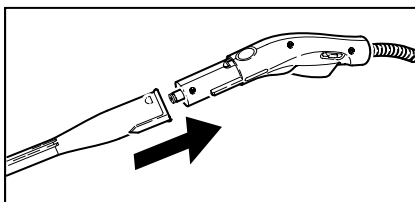

Bild 3
- Förbind erforderligt tillbehör (D1, E1) med ångpistolen (C1). Stick på tillbehörets öppna ände på ångpistolens och skjut på det på ångpistolens tills lås-knappen (C2) på ångpistolens hakar i (se bild 3).